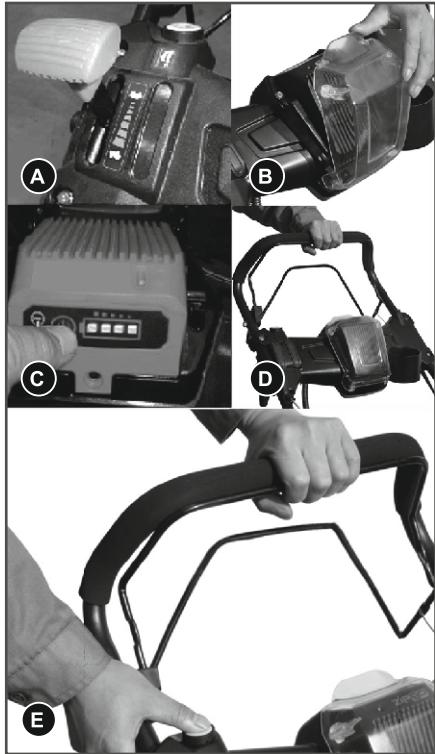

Рис. 9 Запуск двигателя электрическим стартером
1. Откройте крышку отсека и установите аккумулятор или проверьте, правильно ли установлен аккумулятор (Рис. 9В).
2. Рычаг газа установите в положение 1/3 шкалы увеличения оборотов двигателя (Рис. 9А).
3. Нажмите кнопку питания, показывающую состояние заряда аккумулятора, и убедитесь, что заряд аккумулятора достаточен – светятся 3 или 4 светодиода (Рис. 9С). При необходимости зарядите аккумулятор (раздел ОБСЛУЖИВАНИЕ АККУМУЛЯТОРА).
4. Нажмите и удерживайте рычаг остановки двигателя левой рукой (Рис. 9Д). Нажмите кнопку включения электрического стартера правой рукой (Рис. 9Е).